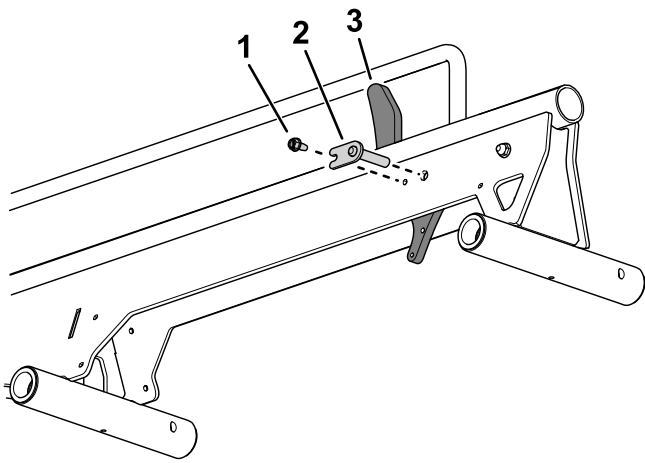

Figure 2
2. Utilisez des goupilles et une vis à tête hexagonale pour fixer la butée de roue sur la glissière (Figure 2).